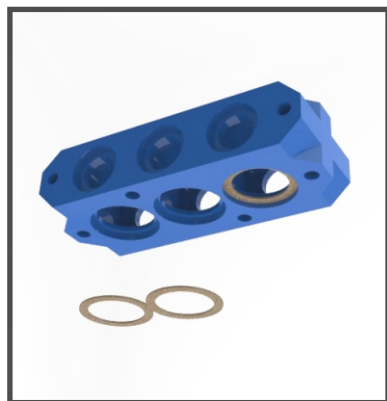

Fig. 43
**5 -** Já com as válvulas revisadas e montadas, o cabeçote central recebe as novas juntas. Antes de montar as novas juntas, verificar se existem pedaços das juntas velhas aderidas ao corpo do cabeçote. Caso haja, utilizar uma espátula ou chave de fenda para removê-las. (Fig. 43)